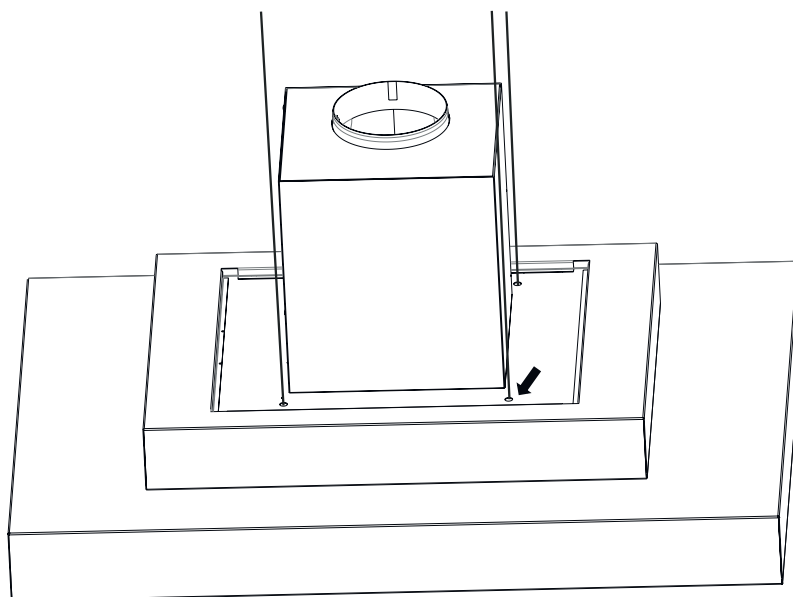

Fig. 24
**8.** ➤ För igenom stålvejarna uppifrån och ner i fläkten genom hålen (Fig. 24).